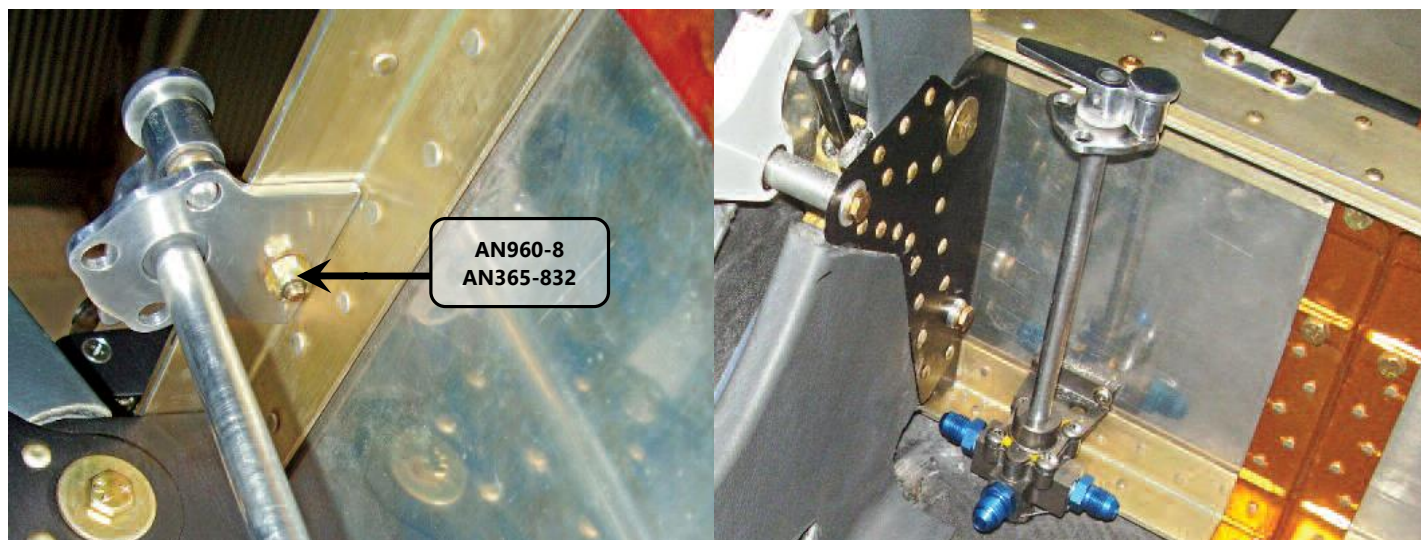

Figura 28.20.7 – Fixação da base inferior à secção central
4. Instalar os demais hardwares mostrados na figura 28.20.7, com auxílio de uma chave Phillips 1/4"x6" e uma chave combinada de 11/32";